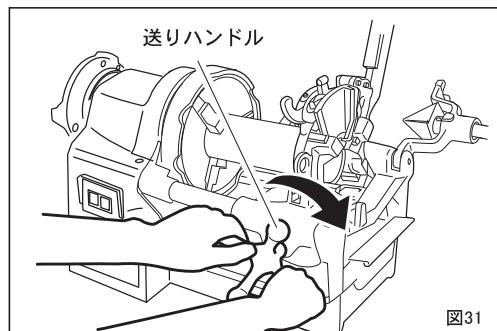

図31
②案内セットノブを矢印④の方向に止まるまで押すと、ダイヘッドはセットの位置になります。スイッチを入れると、オイルはダイヘッドから自動的に注油されます。
③送りハンドルを時計方向に回して、パイプにダイヘッドを押しつけ、チーヴァを食い付かせてください。（図31）
④ねじが3～4山切れればあとは自動的にねじが切れ、ねじが規定の長さになると、切上げレバーによりチーヴァが自動的に開きます。
⑤送りハンドルを反時計方向へ回してダイヘッドをパイプから離します。